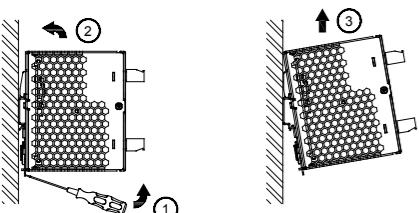

Figure 3
4. Demontage (Abb. 3)
Ziehen Sie zur Demontage den Einrasthebel mit einem Schraubendreher nach unten, wie in Abb. 3 dargestellt. Kippen Sie das Netzteil in die entgegengesetzte Richtung nach oben, klicken Sie den Einrasthebel aus und nehmen Sie das Netzteil nach oben von der DIN-Schiene ab.